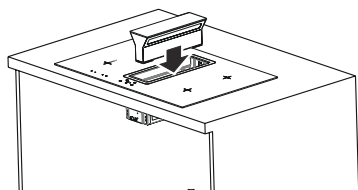

Fig. 13
8. ➤ Sätt tillbaka belysningsdelen i behållaren genom att försiktigt trycka ner den. När den trycks ner tillräckligt kommer den att låsas fast (Fig. 13).